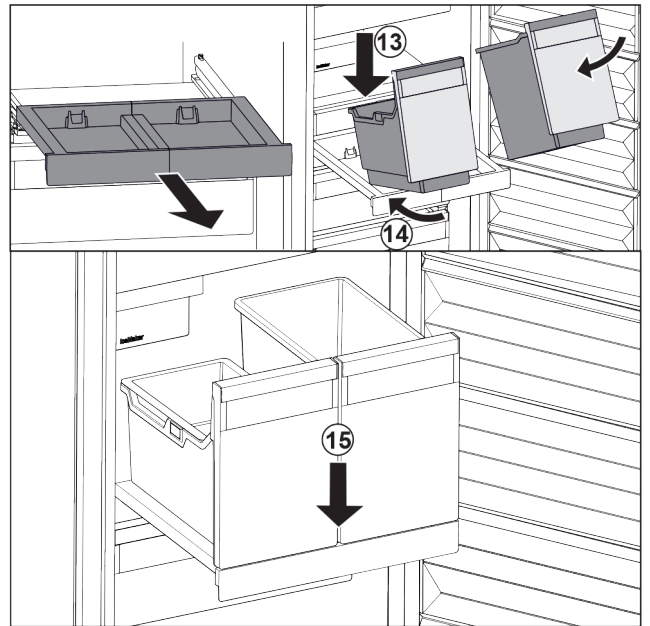

Fig. 110
- ▶ Behälter schräg auf das Auszugsbord aufsetzen. Fig. 110 (13)
- ▶ Behälter schräg nach hinten einschieben. Fig. 110 (14)
- ▶ Behälter vorne absetzen. Fig. 110 (15)